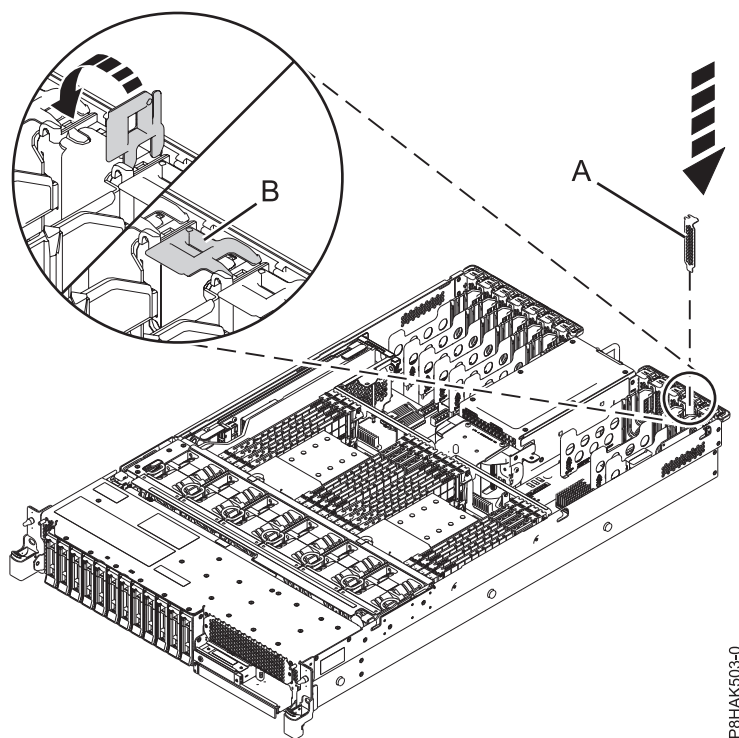

Figura 16. Instalar um preenchimento numa ranhura de um adaptador PCIe num sistema 5148-21L, 5148-22L, 8247-21L, 8247-22L, 8284-21A ou 8284-22A
- a. Segure no contraponto do carácter de preenchimento com cuidado e alinhe o carácter de preenchimento com a ranhura no respectivo conector no painel posterior do sistema, como demonstrado em Figura 16 na página 30.